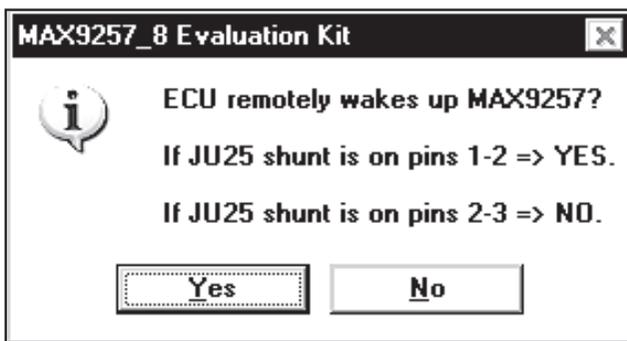

図1. MAX9257/MAX9258の評価キット用ソフトウェア-MAX9257のREMの状態
- 12) ECUがリモートからMAX9257をウェイクアップするかどうかを確認するポップアップウィンドウ(図1)で、**Yes**ボタンをクリックしてください。MAX9257のREM端子がハイに設定されている場合、REG08のPDビットをローに設定することによってECUがMAX9257をウェイクアップします。MAX9257のREM端子がローに設定されている場合、MAX9257はVCCが印加されたときにパワーアップされます。